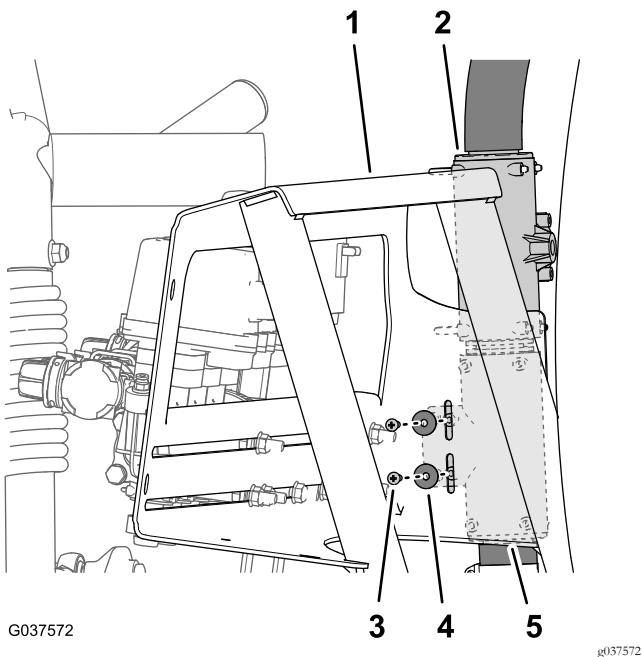

Figura 44
- Rimuovete le 2 viti Phillips (n. 10 x 5/8 poll.) e 2 rondelle (n. 10) che fissano il raccordo a T inferiore al supporto delle valvole (Figura 44).